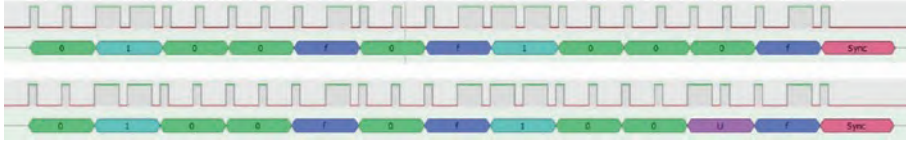

Рисунок 15-6. Анализ сигналов логического анализатора с трехстатусным кодированием
(00)(00)(00)(01) имеет трехуровневый формат 0100FOF1000F, аналогично код 3163913 имеет формат 0100FOF100UF, где обозначение *U* относится к значению 10 битовой пары. Анализ сигналов для 3163905 и 3163913, захваченных логическим анализатором с помощью программы *sigrok PulseView* и настройки декодера RC encode, показан на рис. 15-6.